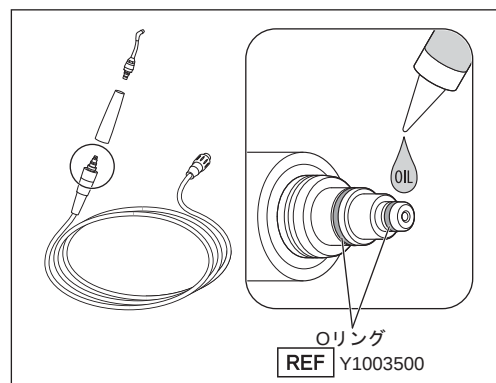

図48
- 4) 付属のタービン用オイルをOリング部に1滴たらし、指などでよくなじませます。余剰なオイルは柔らかい布などで拭き取ってください（図48）。